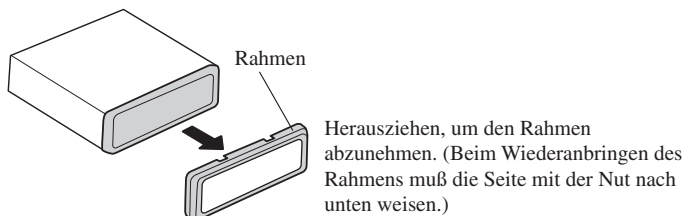

Abb. 13
1. Den Rahmen entfernen. (Abb. 13)